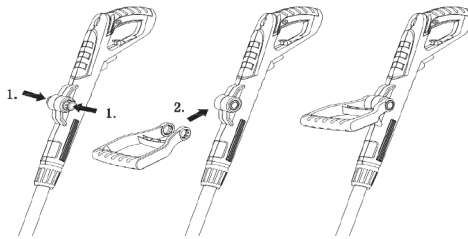

Abb. 2
1. Montage des Zusatzhandgriffs und Winkelverstellung. Siehe Abb. 2
- A. Drücken Sie die Einstelltasten (6). (Schritt 1)
- B. Setzen Sie den Zusatzhandgriff (9) in den Haupthandgriff (8) ein und lassen Sie dann die Einstellknöpfe (6) los. (Schritt 2)
- C. Drücken Sie die Einstellknöpfe (6), um den Winkel des Zusatzhandgriffs auf die gewünschte Position einzustellen.